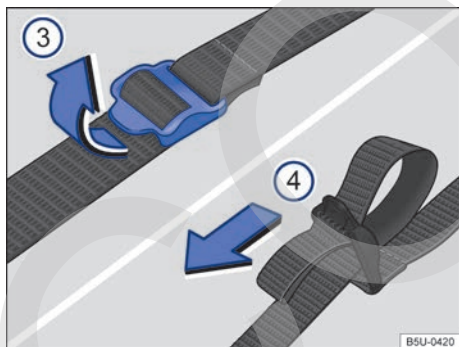

Fig. 140 Cintas de fijación de la bolsa de herramientas de a bordo.
- Tirar las hebillas de la cinta de fijación en el sentido de la flecha → fig. 140 ③.
- Tirar firmemente las cintas ① por las alzas en el sentido de la flecha → fig. 140 ④ para fijar la bolsa de herramientas de a bordo.